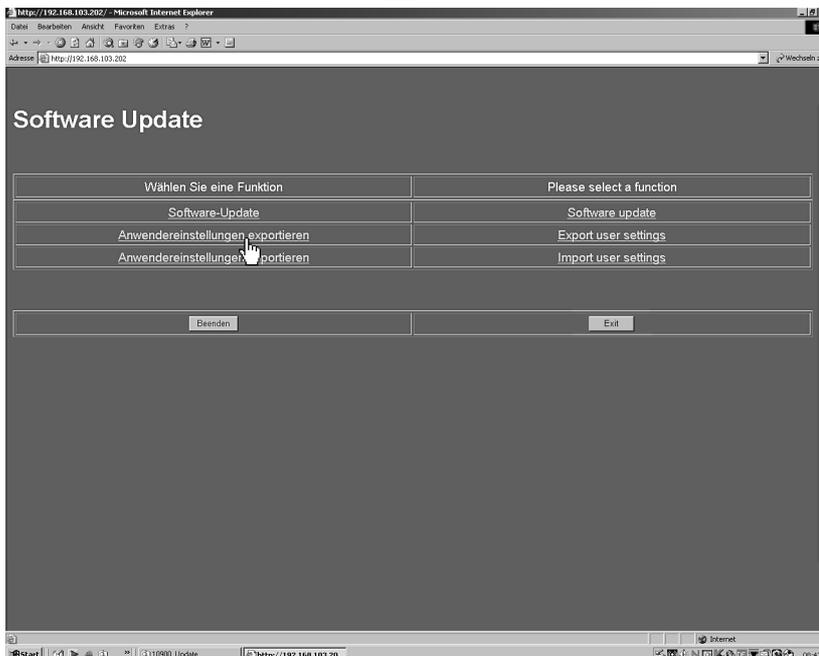
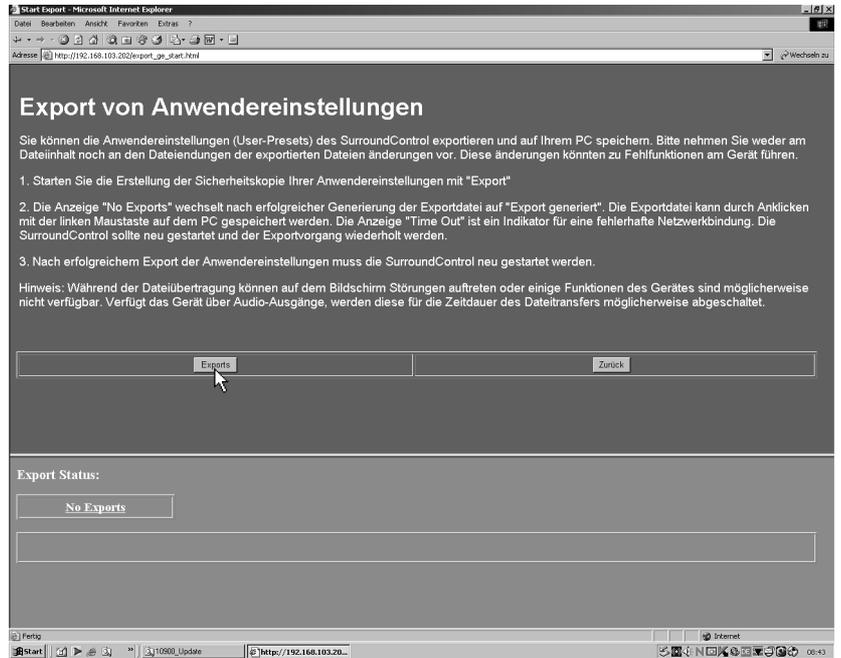
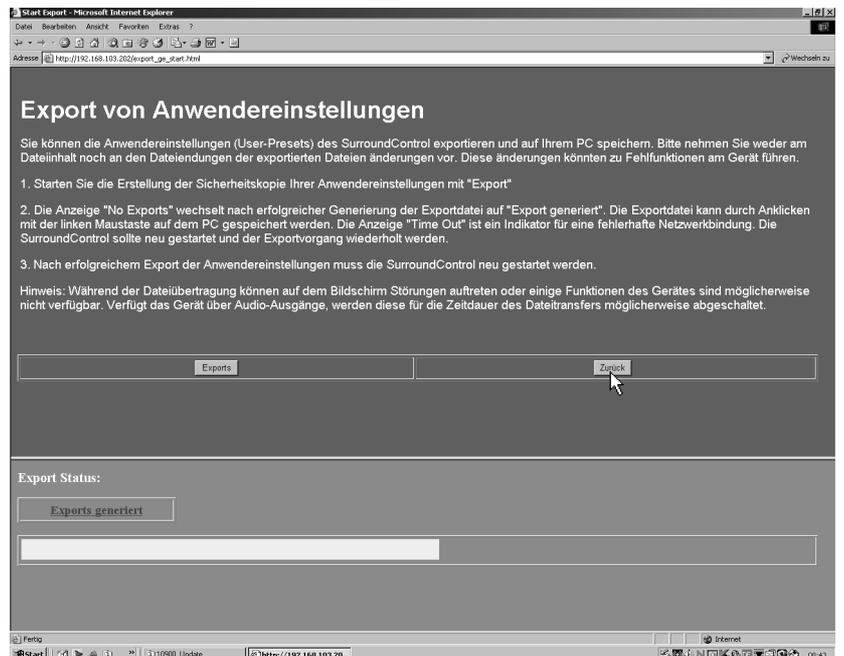

Bild 5-2: Anzeige des Software-Update-Programms in einem Internet-Browser
Bild 5-3: Anzeige der Export-Seite
Bild 5-8: Ende des Daten-Transfers der gewählten Update-Datei
2. Im Browser-Fenster erscheint das Software-Update-Programm des SurroundMonitor 10900 (siehe Bild 5-2). Wählen Sie „Anwendereinstellungen exportieren“. **Beachten Sie bitte die Hinweise auf der Export-Seite** (siehe Bild 5-3).
3. Klicken Sie auf den Menüpunkt „Exports“ (siehe Bild 5-3).
- Klicken Sie nach erfolgtem Speichern auf die Schaltfläche „Zurück“ (siehe Bild 5-8), um auf die Startseite (siehe Bild 5-2) zurück zu kehren.
- Klicken Sie auf „Beenden“, um das Update-Programm zu verlassen (siehe Bild 5-2). Schalten Sie den Netzschalter des SurroundMonitor 10900 aus und für einen Neustart nach einer kurzen Verzögerung wieder ein.